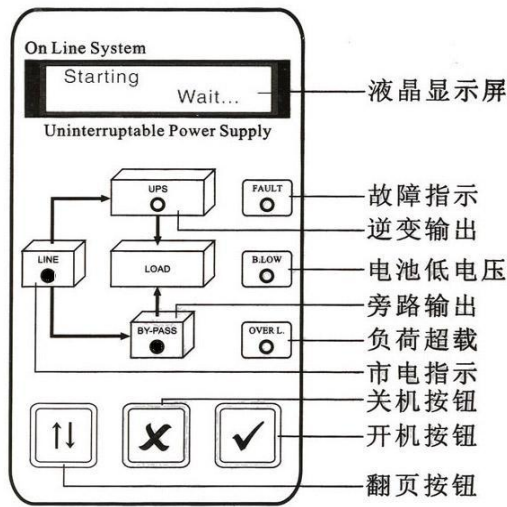

图 4.2
2. 将前面板开机按键开关按下，如下图 4.2。前面板输入指示灯与旁路指示灯持续明亮，LCD 显示亮起，由市电经旁路供电输出。